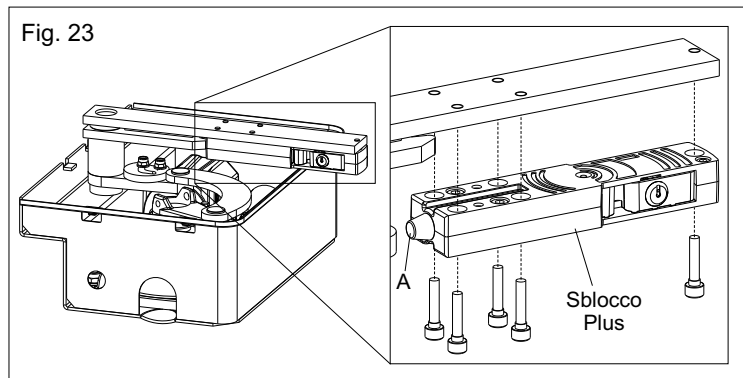

Fig. 23
5.2. Ingrassare il perno di aggancio (A) e montare il sistema di sblocco sotto l'assieme anta utilizzando le 5 viti in dotazione (Fig. 23)